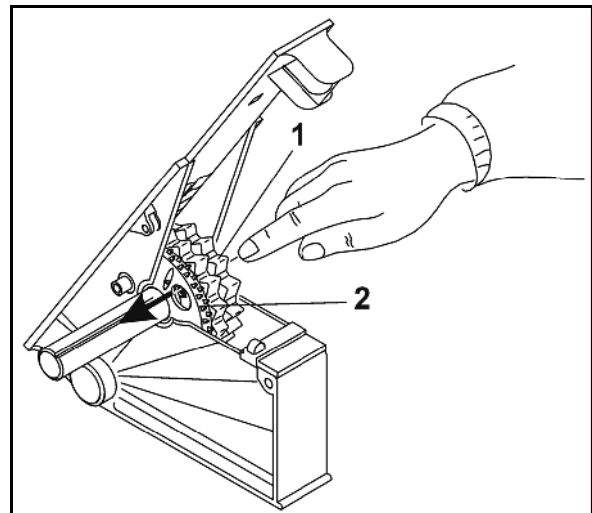

Fig. 30
1. Dreii det normale såhjulet (Fig. 30/1) så langt på såakselen at stiften på såhjulet blir synlig.
2. Trykk stiften for hvert såhjul (som vist i se Fig. 30) mot det fine såhjulet (Fig. 30/2). Kontroller deretter forbindelsen!